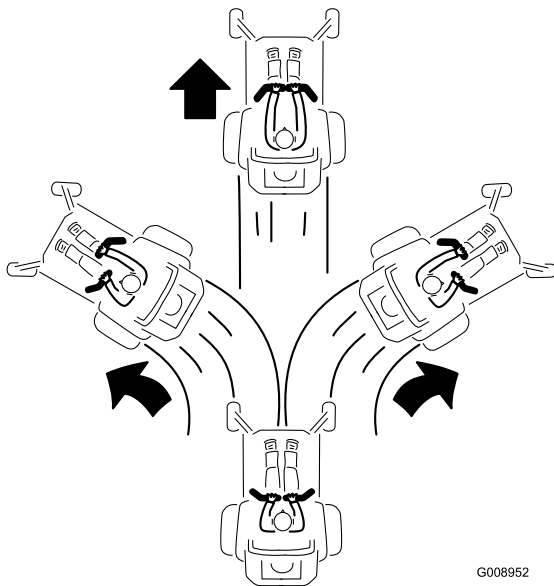

Рисунок 26
2. Для перемещения вперед нажмите на рычаги управления движением вперед (**Рисунок 26**).